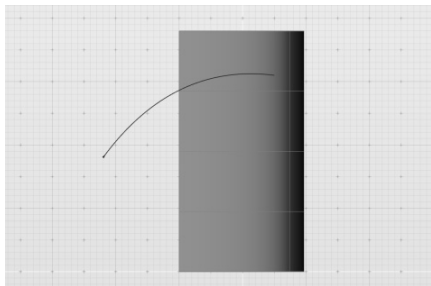

图 4-132 打开练习文件
1) 打开素材文件夹“练习(4.4.5_4)”中的 Evolve 文件, 该文件中包含一个曲面及一条曲线, 如图4-132所示。